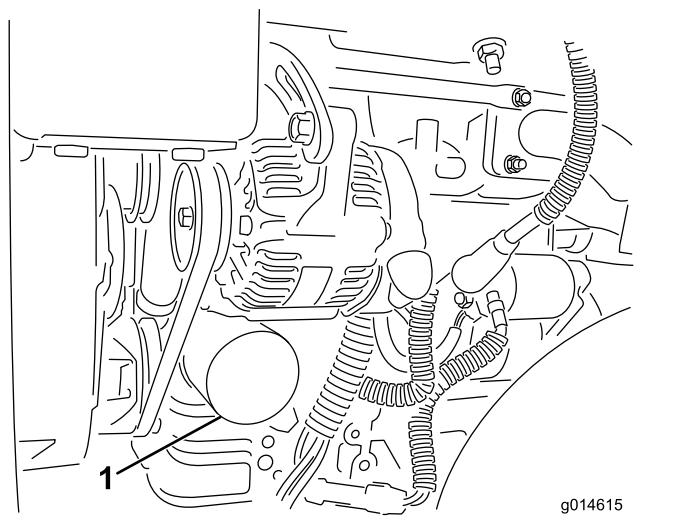

図 47
2. オイルフィルタ図 47を外す。新しいフィルタのガスケットに薄くエンジンオイルを塗る。